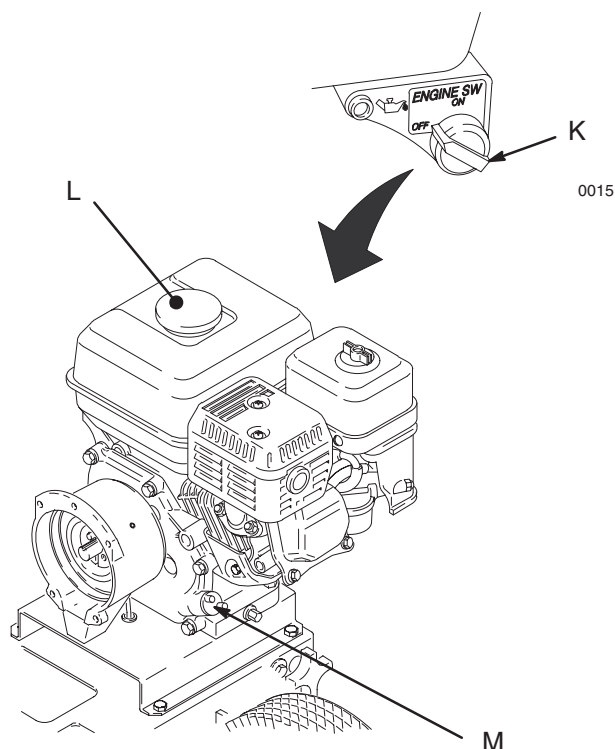

Fig. 3
3. **Compruebe el nivel de aceite del motor.** Consulte el manual del motor Honda suministrado. La siguiente nota no es más que un mero resumen de la información. Saque uno de los tapones de llenado de aceite (M); el aceite casi debe rebosar. Vea la Fig. 3. Añada aceite si fuera necesario.
Apague siempre el interruptor del motor (K) antes de repostar (Fig. 3).
No llene el depósito excesivamente. Tras repostar, compruebe que el tapón de llenado de la gasolina (L) ha sido cerrado correctamente (Fig. 3).
5. **Apague el motor antes de repostar (Fig. 3).**